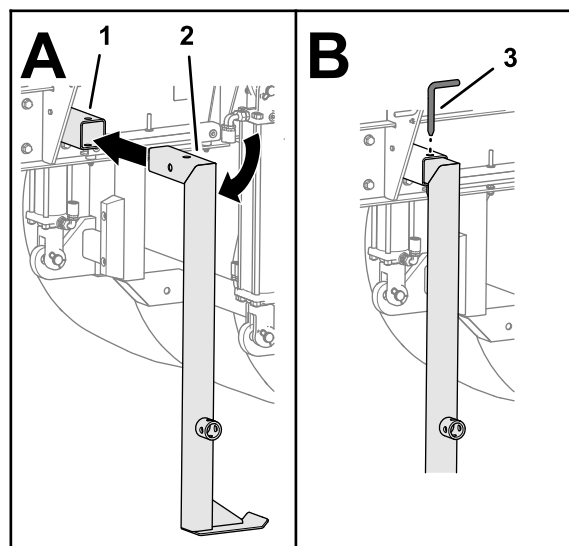

Figura 23
5. Rode o apoio traseiro para baixo e insira-o no tubo do apoio (Figura 23).
6. Alinhe os furos no apoio e no tubo e prenda o apoio com o pino do apoio (Figura 23).